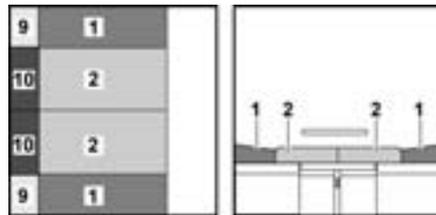

Bild 107 Nach dem Umbau
- Die Sitzpolster (Bild 107,2) nach vorn und zur Mitte ziehen.
- Die Rückenpolster (Bild 107,1) zwischen die Sitzpolster und die Wand legen.
- Die Zusatzpolster (Bild 107,9) zwischen die Rückenpolster und die Wand legen.
- Die Zusatzpolster (Bild 107,10) zwischen die Sitzpolster und die Wand legen.
- ▷ Je nach Modell müssen an Stelle des zweiten Rückenpolsters (Bild 107,1) und des zweiten Zusatzpolsters (Bild 107,9) zwei kleinere Zusatzpolster eingelegt werden.